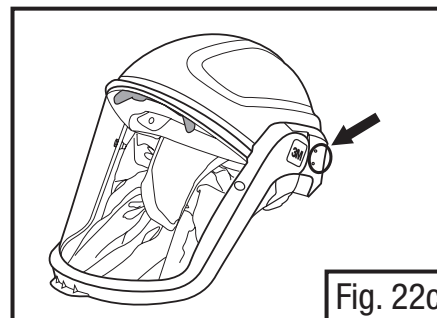

Fig. 22c
- Localize os pontos de fixação dos protetores auriculares na parte externa do casco do equipamento de cabeça (Figs. 22c & d). Note que no equipamento de cabeça M-300 existem recortes visíveis na parte externa do casco onde os protetores auriculares são fixados. No M-100, os recortes podem não ser tão visíveis na parte externa do casco.